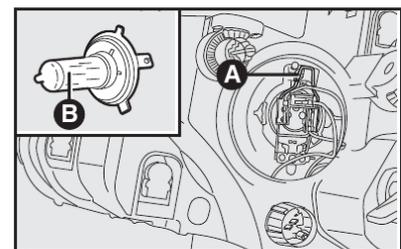

fig. 19
- Desligar o conector elétrico central e desenganchar a mola de fixação da lâmpada **A-fig. 19**, empurrando para baixo e deslocando-a lateralmente para a direita;
- Extrair a lâmpada **B-fig. 19** e substituí-la;
- Montar o porta-lâmpada **A-fig. 19** girando-o no sentido horário assegurando-se do correto bloqueio;